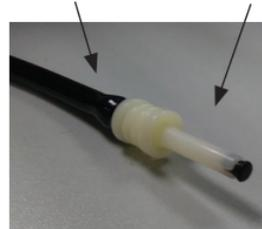

Figura 2.13
3. Connessione Percorso Aria: Prendere un pezzo di tubo per aria (lungo 0.5~1m, diametro  $\Phi 8.0\text{mm}/\Phi 4.0\text{mm}$ ). Collegare il connettore NIBP con un jack al tubo dell'aria. Collegare l'altra estremità al jack a 3 vie. Collegare le altre due estremità del jack a 3 vie ad uno Sfigmomanometro a Mercurio come mostrato in figura 2.13.